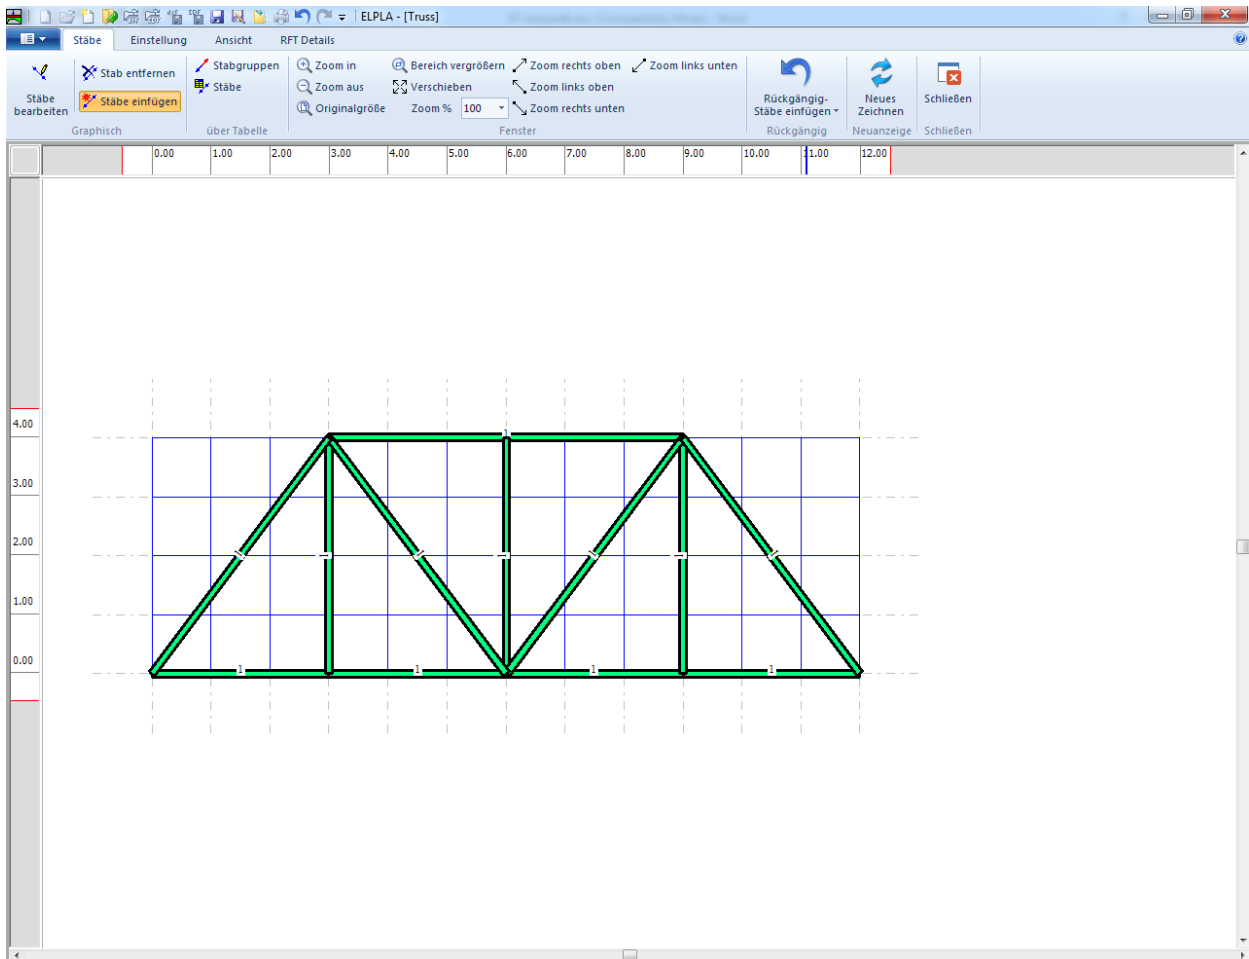

Bild 6.17 Fachwerk auf dem Bildschirm
Wiederholen Sie die vorherigen Schritte, um die übrigen Stäbe im Netz einzufügen. Nachdem Sie die Definition aller Stäbe beendet haben, sollte der Bildschirm wie das folgende Bild 6.17 aussehen.
- Wählen Sie "Speichern" aus dem "Datei"-Menü im Bild 6.17, um die Daten der Stäbe zu speichern
- Wählen Sie "Schließen" aus dem "Datei"-Menü im Bild 6.17, um das Fenster "Stäbe" zu schließen und zum Hauptfenster des Programms *ELPLA* zurückzukehren